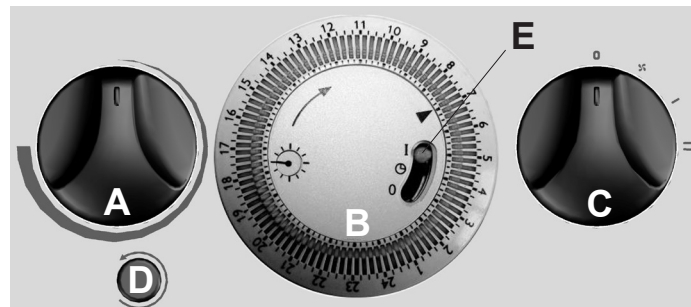
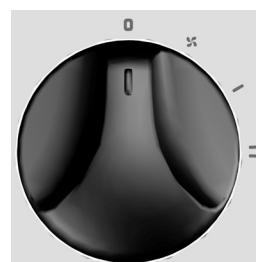
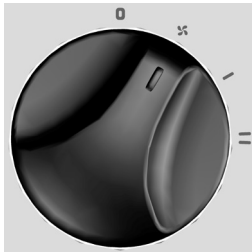

fig. 1
fig. 2
fig. 3
- Stellen Sie sicher, dass der Bezug "I" des Drehknopfes "C" (Abb. 1) mit dem Symbol "O" auf der Bedienkonsole (Abb. 2) zentriert ist. Stellen Sie darüber hinaus sicher, dass der Wahlschalter "E" des Timers (Abb. 1) in der Position "I" steht.
- Verifique que la referencia "I" de la manija "C" (fig. 1) esté alineada con el símbolo "O", presente en el panel de mandos (fig. 2); verifique también que el selector "E" del temporizador (fig. 1) esté en la posición "I".*
- Per attivare la funzione VENTILAZIONE, ruotare la manopola "C" in modo che il riferimento "I" (fig. 1) sia allineato al simbolo "VENTOLA" presente sul pannello comandi (fig. 3).
- Per attivare la funzione POTENZA MINIMA, ruotare la manopola "C" (fig. 1) in modo che il riferimento "I" sia allineato al simbolo "I" presente sul pannello comandi (fig. 4).
- To activate VENTILATION function, turn knob "C" so that reference mark "I" (fig. 1) is aligned with the "FAN" symbol on the control panel (fig. 3).